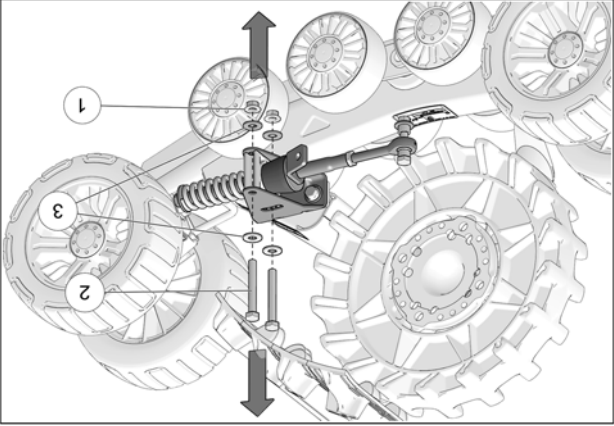

Fig. 12
4. Dévisser les écrous (1) et retirer les boulons (2) et les rondelles (3) qui fixent les bras stabilisateurs aux systèmes avant. Voir la Fig. 12